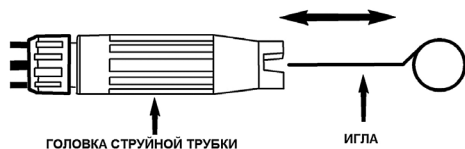

Рис. 15 Чистка форсунки струйной трубки
4. С помощью иглы для чистки форсунки струйной трубки (поставляется в комплекте) прочистите форсунку струйной трубки (Рис. 15).